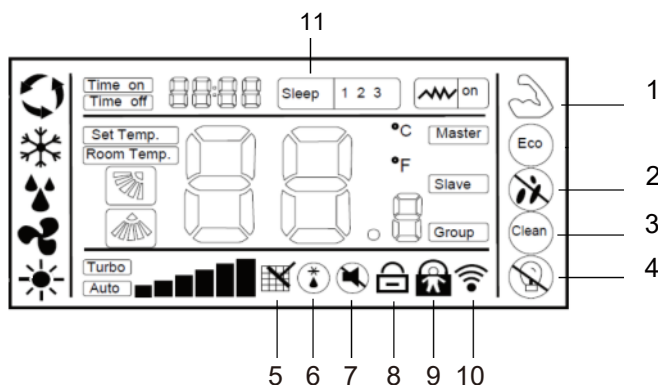

Рис.1.6
- 2) Кнопками «^» / «v» выберите функцию (см. рис.1.6 и таблица 1.5). Пиктограмма выбранной функции начнет мигать.